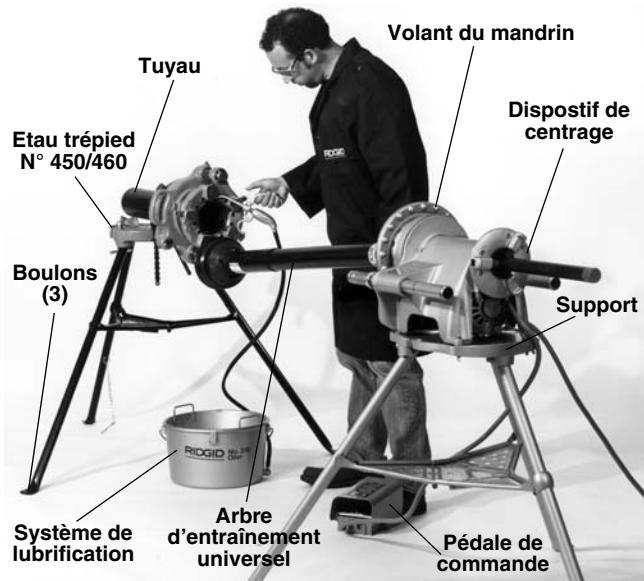

Figure 22 – Filetage des tuyaux avec les fileteuses démultipliées N° 141 et N° 161 à l'aide de l'arbre d'entraînement universel N° 840A
3. Positionnez l'étau à chaîne dans l'alignement et de niveau avec l'arbre d'enraînement universel à une distance approximativement égale à la longueur de ce dernier à partir du mandrin avant du système d'enraînement (*Figure 22*).